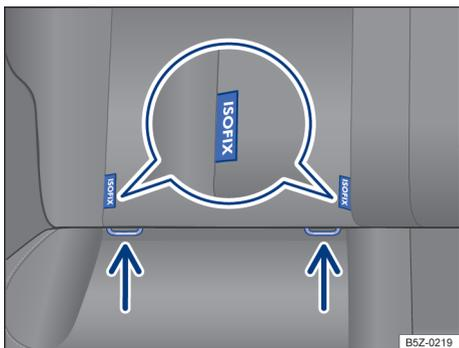

Fig. 37 No banco do veículo: identificação dos pontos de ancoragem inferiores para cadeiras de criança.
Os 2 olhais de retenção para cada cadeira de criança dotado do sistema ISOFIX podem ser acionados através das fendas existentes no revestimento do assento do banco traseiro → Fig. 37.
- Encaixar a cadeira de criança nos olhais de retenção → Fig. 37 no sentido da seta. A cadeira de criança deve engatar de forma segura e audível (click).
- Colocar a cadeira de criança sobre a superfície do banco e prender os ganchos dos cintos de fixação nos olhais de retenção → Fig. 37, caso os cintos de fixação sejam fornecidos junto com a cadeira de criança.